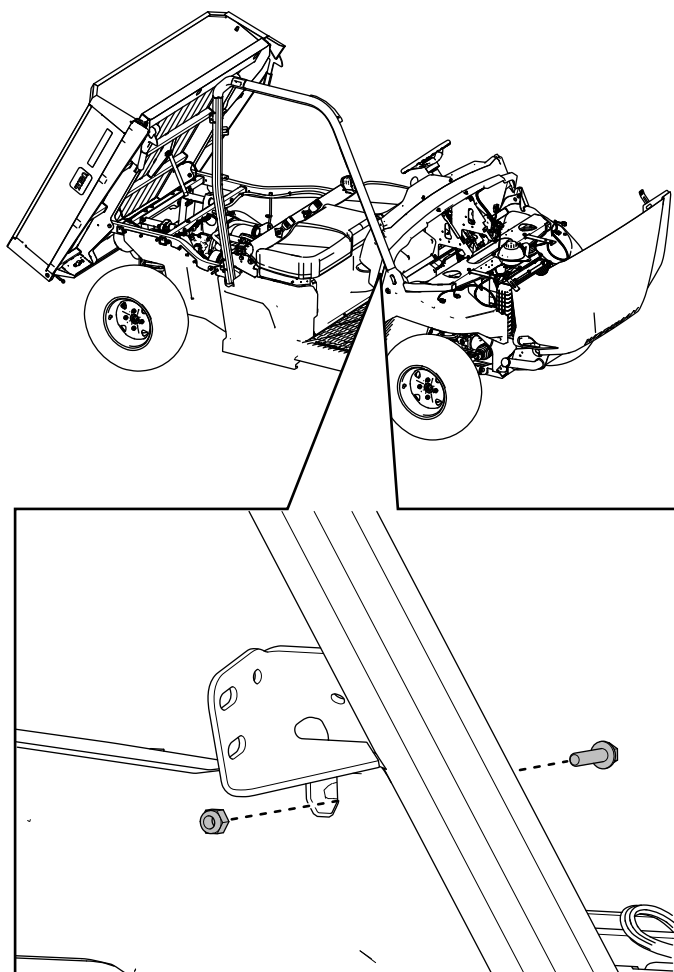

Figura 15
9. Sujete provisionalmente el conjunto de barra antivuelco delantera derecha en el panel del salpicadero con 1 perno de cabeza hexagonal con arandela prensada ($\frac{1}{4}$ " x 1") y 1 contratuerca ($\frac{1}{4}$ "), tal y como se muestra en la Figura 15.